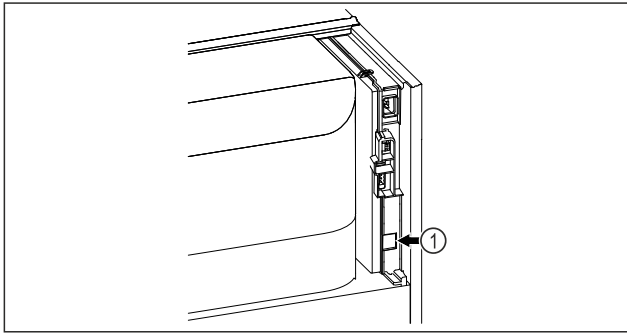

Fig. 139
- SmartModule Fig. 139 (1) on sisse pandud.